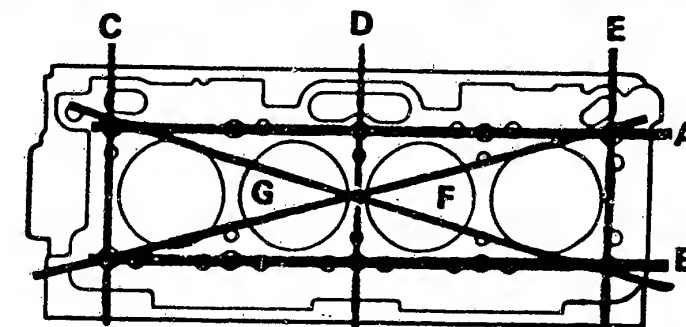

Bild 6 Die Zylinderkopf-Planfläche ist in den gezeigten Richtungen mit Hilfe eines Haarlineals auf Verzug (max. 0,1 mm) zu prüfen.
b) Die **Zylinderkopffläche** ist längs, quer und diagonal auf Planheit zu prüfen (Bild 6). Falls der Verzug in einer Richtung 0,1mm überschreitet, ist der Zylinderkopf zu ersetzen, oder leicht zu bearbeiten.